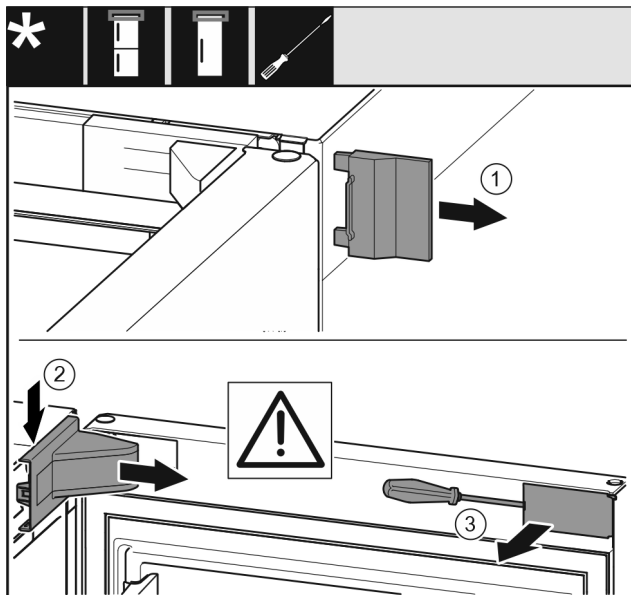

Fig. 7
- Ta bort det yttre skyddet Fig. 7 (1).
- Lossa lagerbockskyddet Fig. 7 (2) och ta av det.
- Lossa panelen Fig. 7 (3) med spårskruvmejsel och sväng den åt sidan.